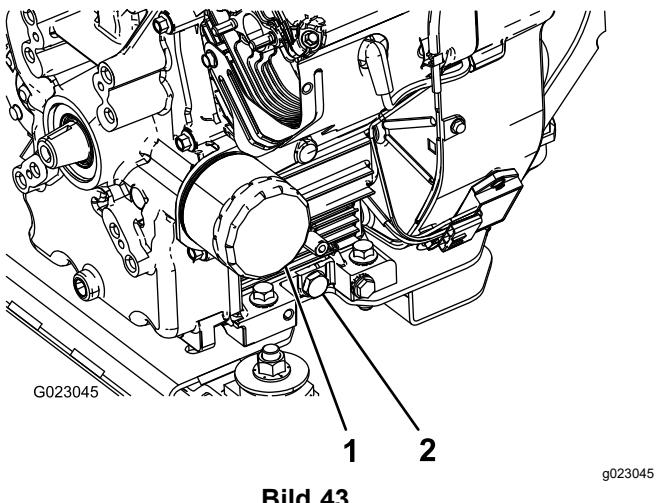

Bild 43
5. Nehmen Sie die Ablassschraube ab (Bild 43).
2. Entfernen Sie den Ölfilter (Bild 43).
5. Setzen Sie den ErsatzölfILTER auf den Anbaustutzen auf. Drehen Sie den Ölfilter nach rechts, bis die Gummidichtung den Filteradapter berührt. Ziehen Sie ihn dann um eine weitere halbe Umdrehung an (Bild 43).